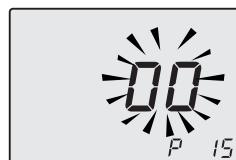

Figura 5.35
- Desplace los parámetros mediante los botones 18 o 19 hasta que aparezcan en el display LCD las letras **P15** y el valor del parámetro, que indican que se ha entrado en el "parámetro 15" (Figura 5.35).